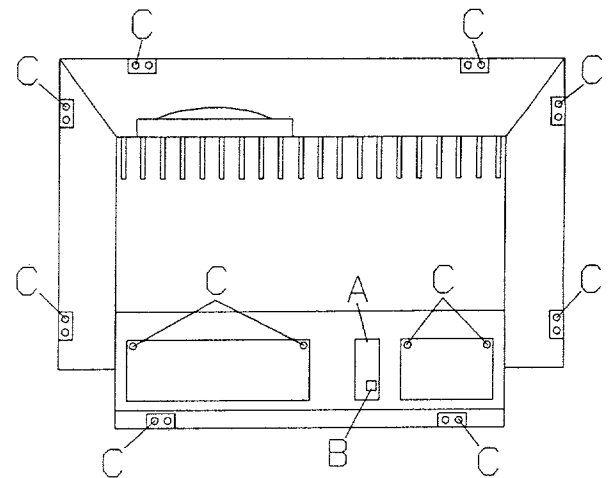

Abb. 4.1
1. Das Abnehmen der Rückwand (Abb. 4.1)